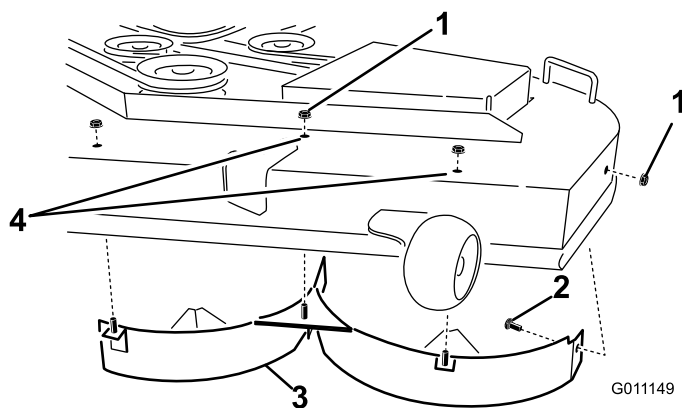

Figura 36
6. Retire las tres contratuercas (5/16 pulgada) de las clavijas soldadas del deflector izquierdo, en la parte superior de la carcasa de corte, en las posiciones centro, centro izquierda e izquierda (Figura 36). Retire el perno de cuello cuadrado y la contratuerca, situados en la pared lateral de la carcasa del cortacésped, que sujetan el deflector izquierdo a la carcasa.
- Retire el deflector izquierdo de la carcasa de corte según se muestra en Figura 36.
- Localice los dos pernos entre las piezas sueltas y utilice las contratuercas existentes. Instale estas fijaciones en los taladros indicados en Figura 36 de la carcasa de corte para evitar que se arrojen residuos al aire. Instale el perno desde la parte inferior de la carcasa, y sujételo desde arriba con una de las contratuercas existentes.